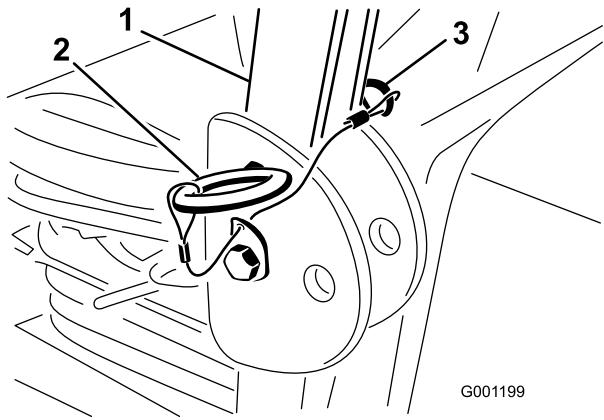

Bild 8
2. Klappen Sie den Überrollbügel hoch und entfernen Sie die Splinte und die zwei Stifte (**Bild 8**).